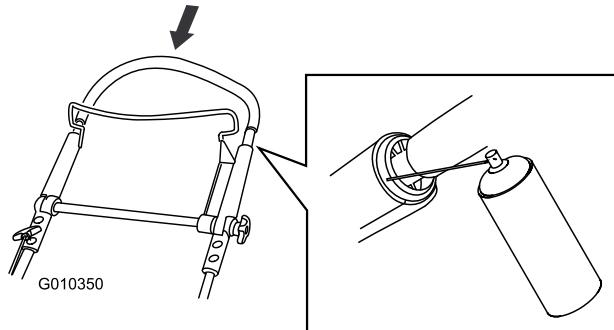

Figura 43
- Empuje completamente hacia abajo el manillar superior y rocíe la superficie de plástico interior del manillar exterior (Figura 43).